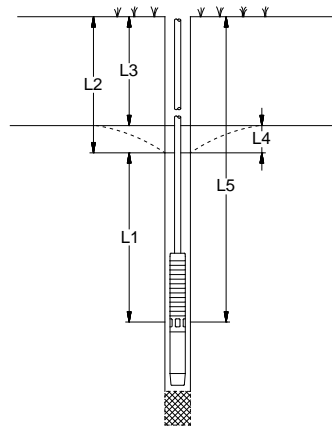

Рис. 22 Сравнение различных уровней воды
Даже при полностью снизившемся уровне воды та часть насоса, в которой расположена его всасывающая полость, должна всегда оставаться под водой (см. раздел 5.2 Требования к монтажу насоса и рис. 22).
**Динамический уровень воды должен постоянно оставаться выше той части насоса, в которой находится его всасывающая полость (см. раздел 5.2 Требования к монтажу насоса и рис. 22).**